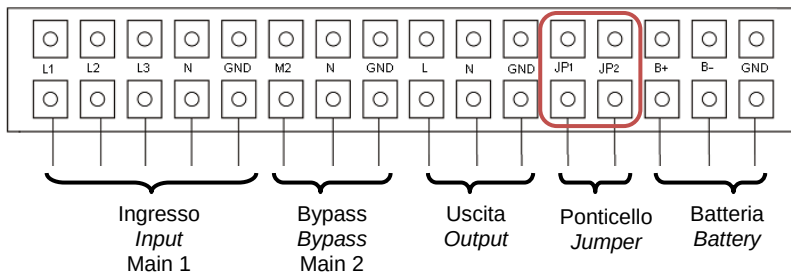

Figura 6: Morsettiera
Collegare i cavi come illustrato nella Figura 6.
- Durante il funzionamento singolo il **ponticello deve essere inserito tra JP1 e JP2** (vedi Figura 6)
- Durante il funzionamento parallelo il ponticello tra JP1 e JP2 deve essere rimosso (vedi Figura 6)